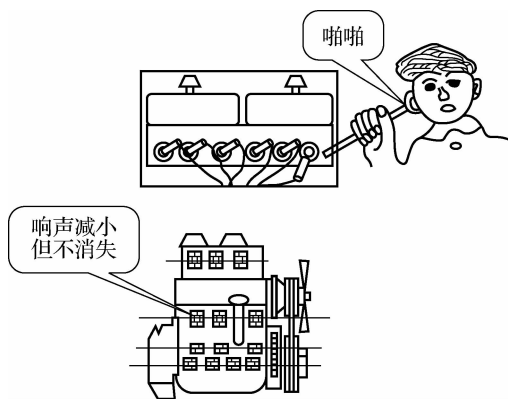

图 3-10 活塞环折断响的诊断
(1) 活塞环响的故障现象为: 发动机起动后, 出现钝哑的“啪啪”声, 且随转速的升高, 声响也随之加大, 变成较嘈杂的声响; 类似敲缸响, 在机油加注口处较为明显; 单缸断火时, 声响减小, 但不消失。
(2) 活塞环响的故障原因为: 活塞环折断; 活塞环与活塞环槽间隙过大; 活塞、缸壁磨损后, 顶部出现凸肩, 重新调整连杆轴承后, 活塞环与缸壁凸肩相碰; 活塞环端口间隙过大或各环的端口重合; 活塞环弹性过小或缸壁有沟槽; 活塞环粘在活塞环槽上抱死。
(3) 活塞环响故障的诊断与排除。
① 进行单缸断火法试验。若某缸断火时声响减小, 但不消失, 则用听诊器或试棒触在火花塞上察听, 若活塞环折断, 会发出“啪啪”声响, 其诊断如图 3-10 所示。